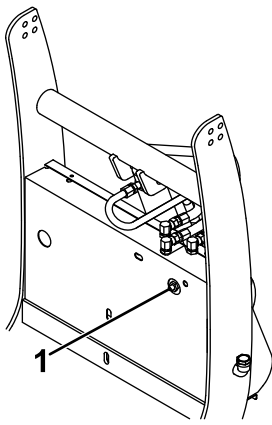

Figure 43
1. Desserrez l'écrou de blocage au dos du collecteur hydraulique (Figure 43).